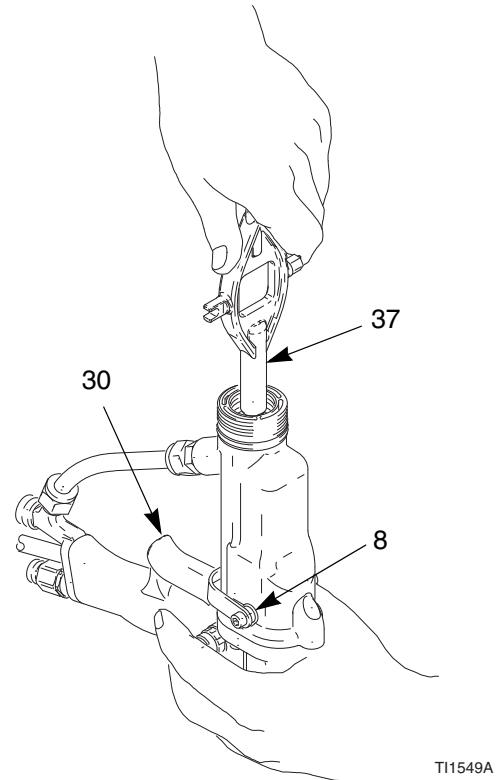

ABB. 14. Entfernen der Materialdichtung
4. Die Abzugsschrauben (8) und den Abzug (30) lösen. Siehe ABB. 14.
5. Die Dichtungsstange (26) mit dem Multifunktionswerkzeug (37) entfernen.